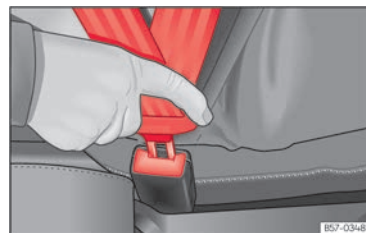

Abb. 22 Schlosszunge des Sicherheitsgurts in das Gurtschloss einstecken.
- Schlosszunge fest in das zum Sitzplatz gehörende Gurtschloss stecken » » » (Abb. 22).